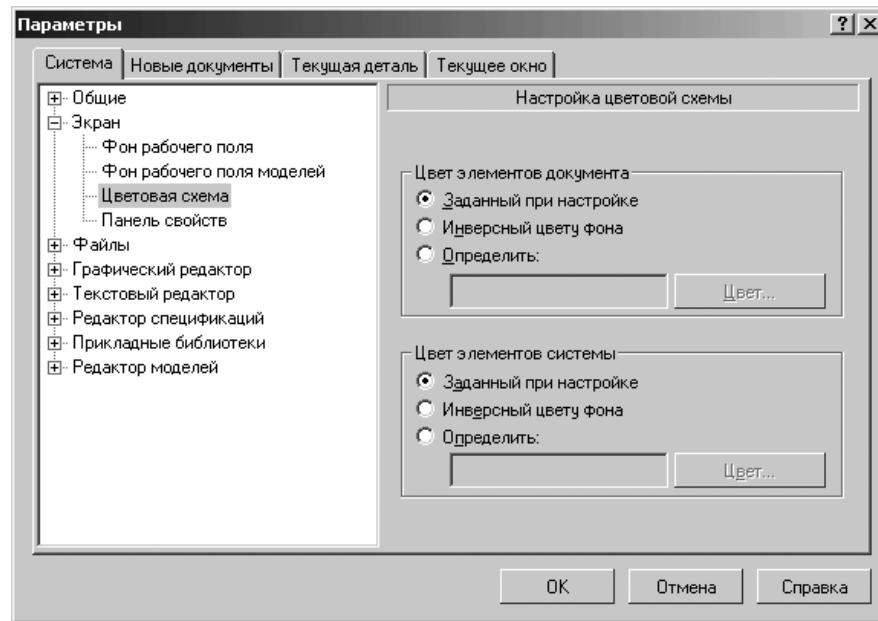

Рис. 9.8. Диалоговое окно **Параметры** с открытой вкладкой **Система** и открытой панелью **Настройка цветовой схемы**
- щелкните по пункту **Цветовая схема**. Откроется в правой части диалогового окна панель **Настройка цветовой схемы** (рис. 9.8);